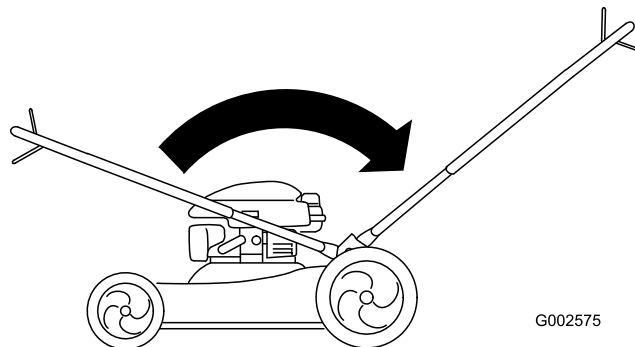

Figure 5
3. Gire hacia atrás el manillar (Figure 5) hasta que encaje en su sitio con un clic.